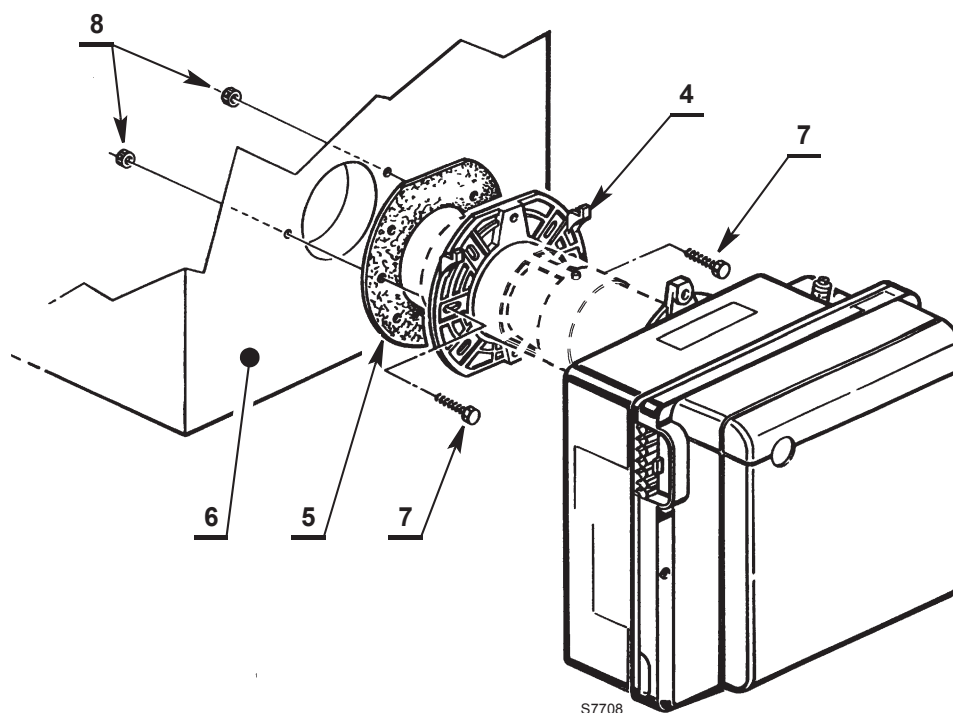

Abb. 10
- Mit den Schrauben 7) und (falls erforderlich) den Muttern 8) den Flansch 4) an der Kesseltür 6)(Abb. 10) mit Isolierdichtung 5) befestigen.